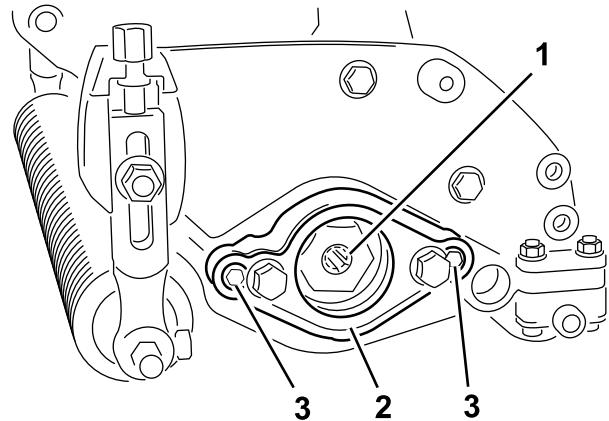

図 4
4. モータマウント取り付け部を取り外す図 4。
5. 駆動スライド内側面にグリスを塗る図 4。